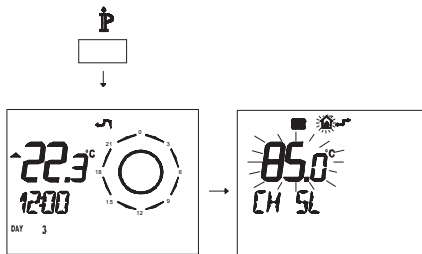

Figura 5.30
La evolución de la temperatura al modificarse el ajuste hecho con los botones 13 y 14 para un **K 1,5** se muestra en la Figura 5.30.
- Pulse durante más de 3 segundos el botón **P** para entrar en la modalidad **INFO** (Figura 5.30).